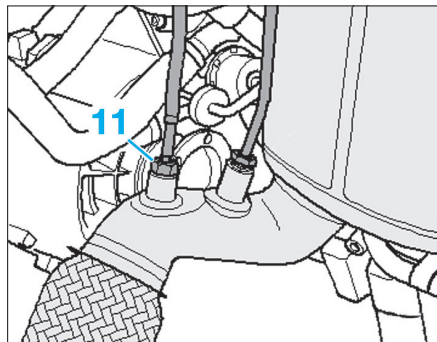

FIG. 120
- le transmetteur de température des gaz d'échappement (11) (Fig.120),